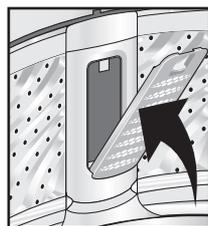

Figura 23
- Coloque de nuevo el filtro en el tanque de la lavadora. Asegúrese que este quede correctamente instalado, (**Ver figura 23**).